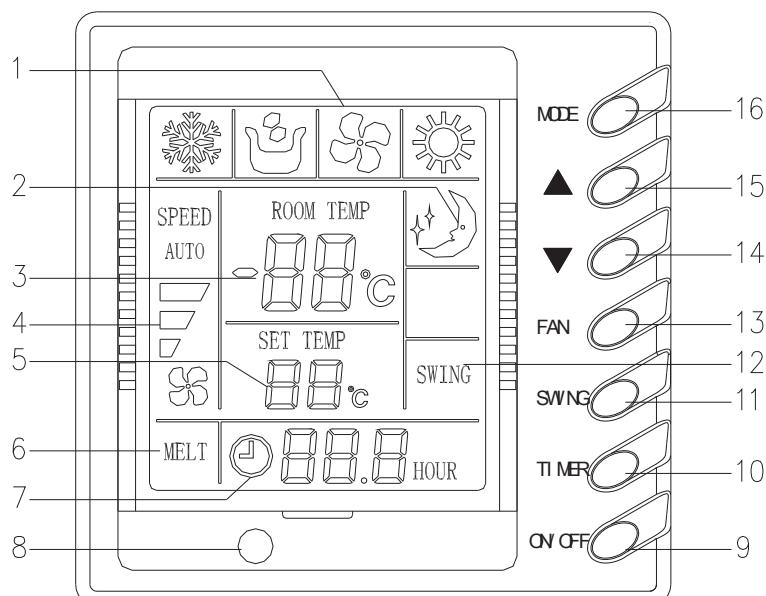

Рис. 1
4. Диаметр отверстия в стене, изображенного на Рис. 1, должен составлять 65 мм.
★ Просверлите в стене отверстие диаметром 65 мм с небольшим наклоном наружу вниз. Положение центра отверстия определяется в соответствии с рис. 1.